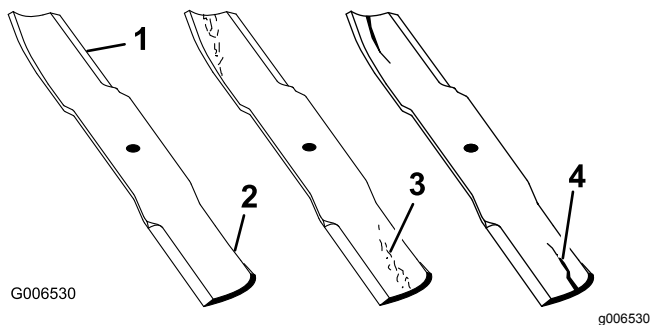

Figura 60
1. Controllate i taglienti (Figura 60).
4. Se notate incrinature, usura o scanalature in questa zona, montate immediatamente una nuova lama (Figura 60).